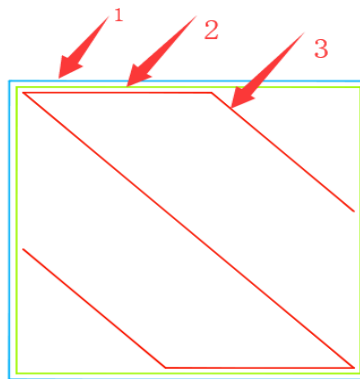

图 19，单层 gcode 示意图
S 形填充即线形填充的改进版，如图 19 中 3 号轨迹，其行走轨迹类似于 S，也可称作锯齿形，会将相邻填充线的末端连接起来，使填充结构与模型侧面粘接更紧密。
(2) 先填充后打印轮廓：即用于选择是否先打印模型填充部分然后再打印轮廓(内外壳)，如选中此选项，会先打印图 19 中路径 3 (填充)，然后再打印路径 2(内壳)和路径 1(外壳)；
(3) 先打外轮廓再打内轮廓：即用于选择是否先打印模型外部轮廓后打印内部轮廓，如选中此选项会先打印图 19 中的路径 1(外壳)，然后再打印路径 2(内壳)；
(4) Z 方向渐变填充步长：即用于需要逐渐改变模型填充率的模型，确定多少层改变一次填充率。